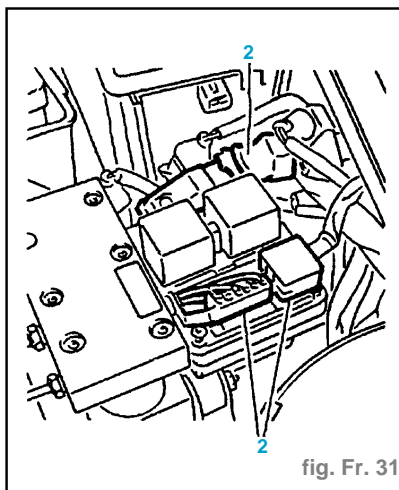

fig. Fr. 31
- Débrancher les connecteurs (2) (fig. Fr. 31).